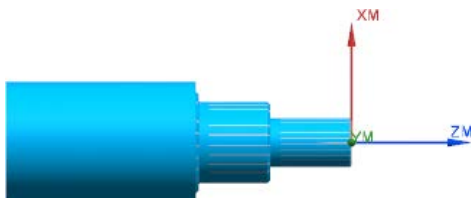

图 9.22 3D 仿真结果
Step3. 在“刀轨可视化”对话框中单击 **3D 动态** 选项卡, 采用系统默认参数设置值, 调整动画速度后单击“播放”按钮 , 即可观察到 3D 动态仿真加工, 加工后结果如图 9.22 所示。